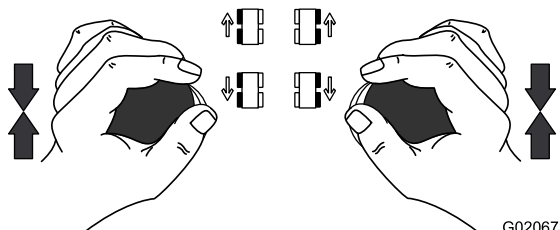

Figura 38
- Para **detener** el desplazamiento o el giro de la máquina, ponga las palancas en la posición de punto muerto (predeterminada) (Figura 38).